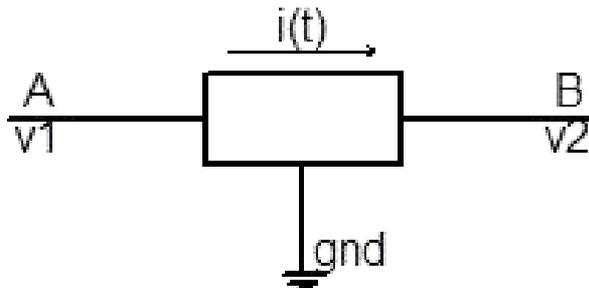

Figura 13. Conversión de voltajes
La figura 13 ilustra las convenciones que se manejarán a lo largo de todo el estudio de los circuitos eléctricos. Por convención, la referencia gnd se denomina tierra y se le asigna un voltaje de cero (0) voltios; también se le conoce como voltaje de referencia.
Adicionalmente, si $V_1 > V_2$, la corriente se establece en la dirección de A hacia B, como se puede ver en la figura 13. En el caso de que $V_2 > V_1$, la dirección de la corriente será de B hacia A.